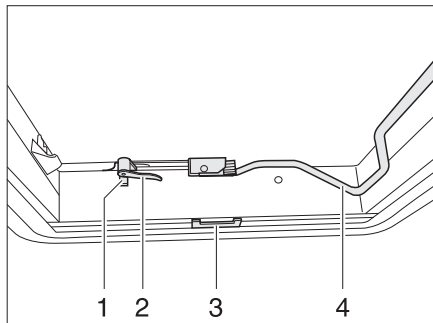
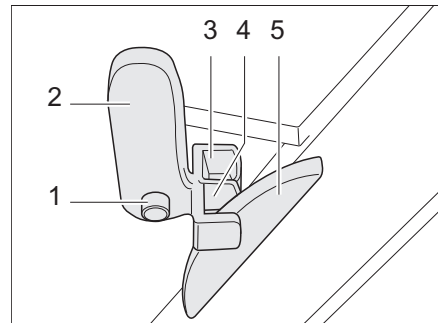

Fig. 47 Lanterneau Heki, fermé
Fig. 48 Lanterneau Heki en position de ventilation 1
- Appuyer sur le bouton de sûreté (Fig. 47,1) et tourner d'un quart de tour vers l'intérieur le levier de verrouillage (Fig. 47,2).
- Tirer l'étrier (Fig. 47,4) vers le bas, hors du dispositif de blocage.
- Tourner le levier de verrouillage (Fig. 47,2 et Fig. 48,2) d'un quart de tour. Le nez du dispositif de verrouillage du toit (Fig. 48,5) doit s'enclencher dans la fourche de verrouillage (Fig. 48,3).
- Enfoncer le bouton de sûreté (Fig. 48,1) et remettre le levier de verrouillage (Fig. 48,2) dans sa position initiale. Le nez du dispositif de verrouillage du toit (Fig. 48,5) doit s'enclencher dans la fourche de verrouillage (Fig. 48,4) inférieure.